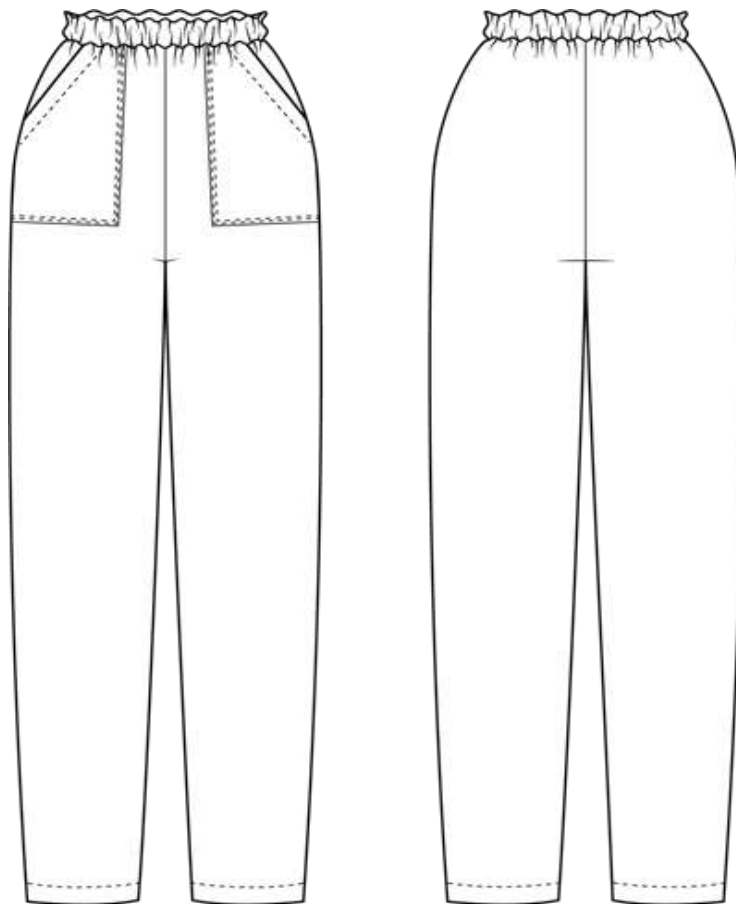

Рисунок 1 – Технический рисунок женских брюк.
### **Технологическая последовательность изготовления брюк (рисунок 1).**
**Спецификация основных и прокладочных деталей кроя женских брюк(рисунок 1).**